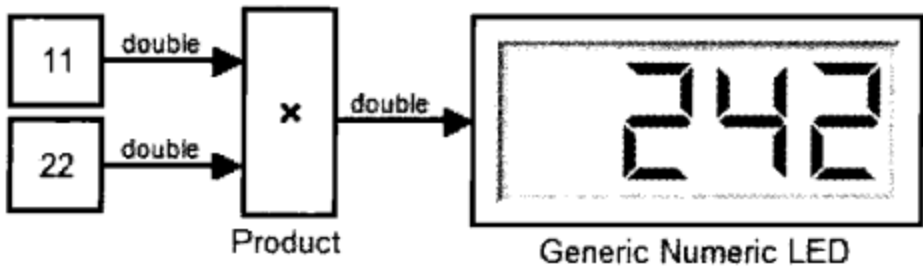
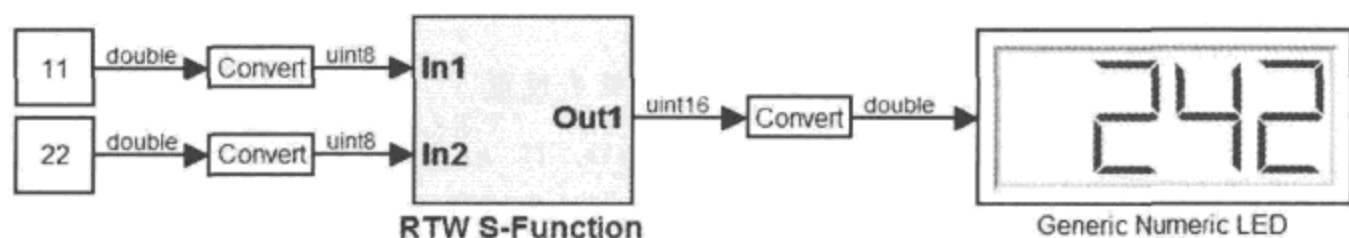
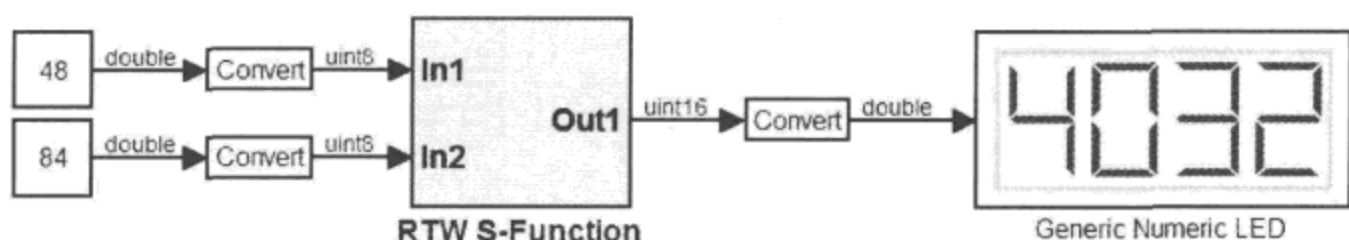

图 5.3.51 功能验证模型仿真结果 1
图 5.3.61 软件在环测试结果 1
图 5.3.62 软件在环测试结果 2
仿真结果如图 5.3.51、图 5.3.52 所示。
(1) 数据类型转换。在模块库 Simulink→Ports & Subsystems 中找到输入模块与输出模块，替换上述图 5.3.51 中的常数与 LED 模块，并将模型另存。
以 SIL 模块替换图 5.3.51 的 Product 模块,重建验证模型,并在各端口间加入必要的数据类型转换模块。SIL 测试的结果图 5.3.61、图 5.3.62 与图 5.3.51、图 5.3.52 所示结果是一致的。